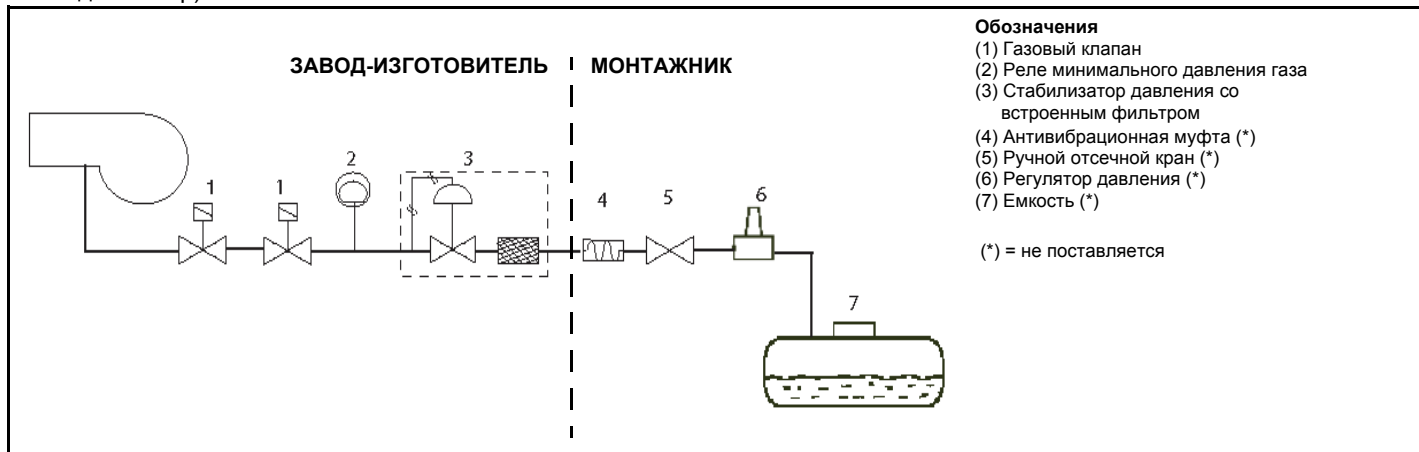

Рис. 1
**ВНИМАНИЕ:** после монтажа газовой ramпы согласно схеме на Рис. 1, необходимо провести тестирование на герметичность газового контура, согласно требований действующих нормативов.